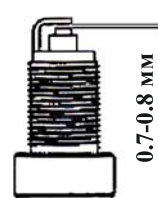

рис. 4
7.3.3 Рекомендуется проверить величину межэлектродного зазора, которая должна быть около 0.7...0.8 мм (рис. 4). При существенном отличии измеренной величины зазора указанным требованиям заменить свечу.